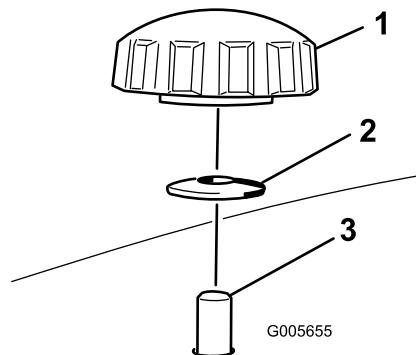

Bild 29
4. Nehmen Sie die beiden Handräder und die Wellenscheiben ab, mit denen das rechte Ablenkblech am Mähwerk befestigt ist (Bild 29).
- 5. Nehmen Sie das rechte Ablenkblech ab und senken Sie das Grasablenkblech über der Auswurfkanalöffnung ab, wie in Bild 29 und Bild 30 dargestellt.
5. Schieben Sie das rechte Ablenkblech unter das Mähwerk und befestigen Sie es mit zwei Handrädern und Wellenscheiben (kappenförmige Seite zum Mähwerk), wie in Bild 29 und Bild 30 abgebildet.